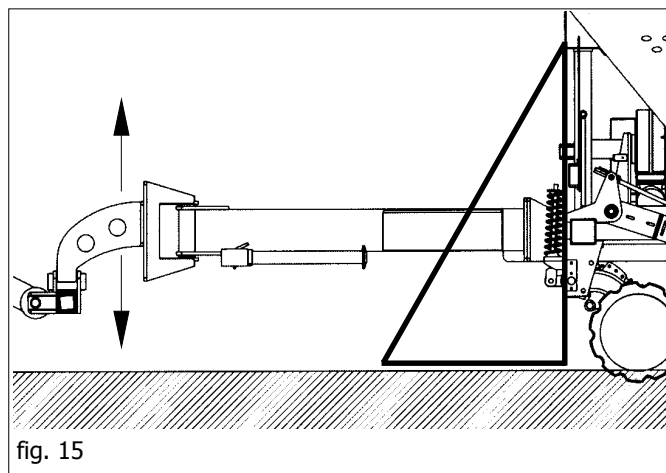

fig. 15
- la posizione dell'attacco primo e secondo punto del timone per macchina trainata (fig. 15).